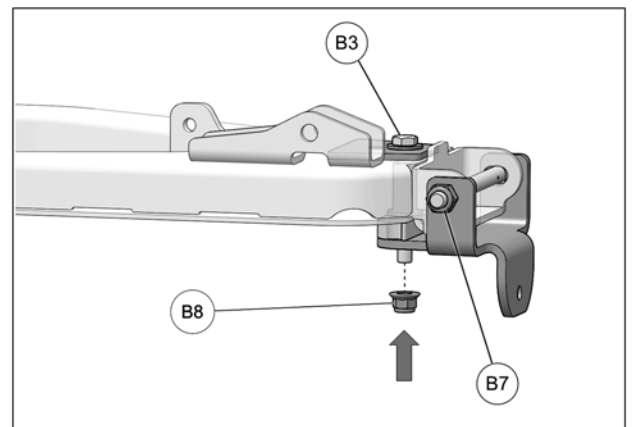

Fig. 8
8. Visser l'écrou (B8) sur le boulon (B3) et serrer à un couple de 50 N•m [37 lb•pi]. Finalement, serrer aussi l'écrou (B7) à 50 N•m [37 lb•pi]. Voir la Fig. 8